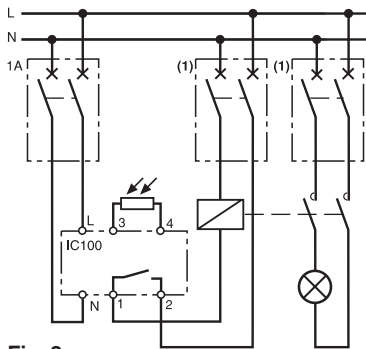

Fig. 2
- Vermogen > 16 A, $\text{Cos } \varphi = 1$: u moet met een contactgever relayeren (fig. 2).